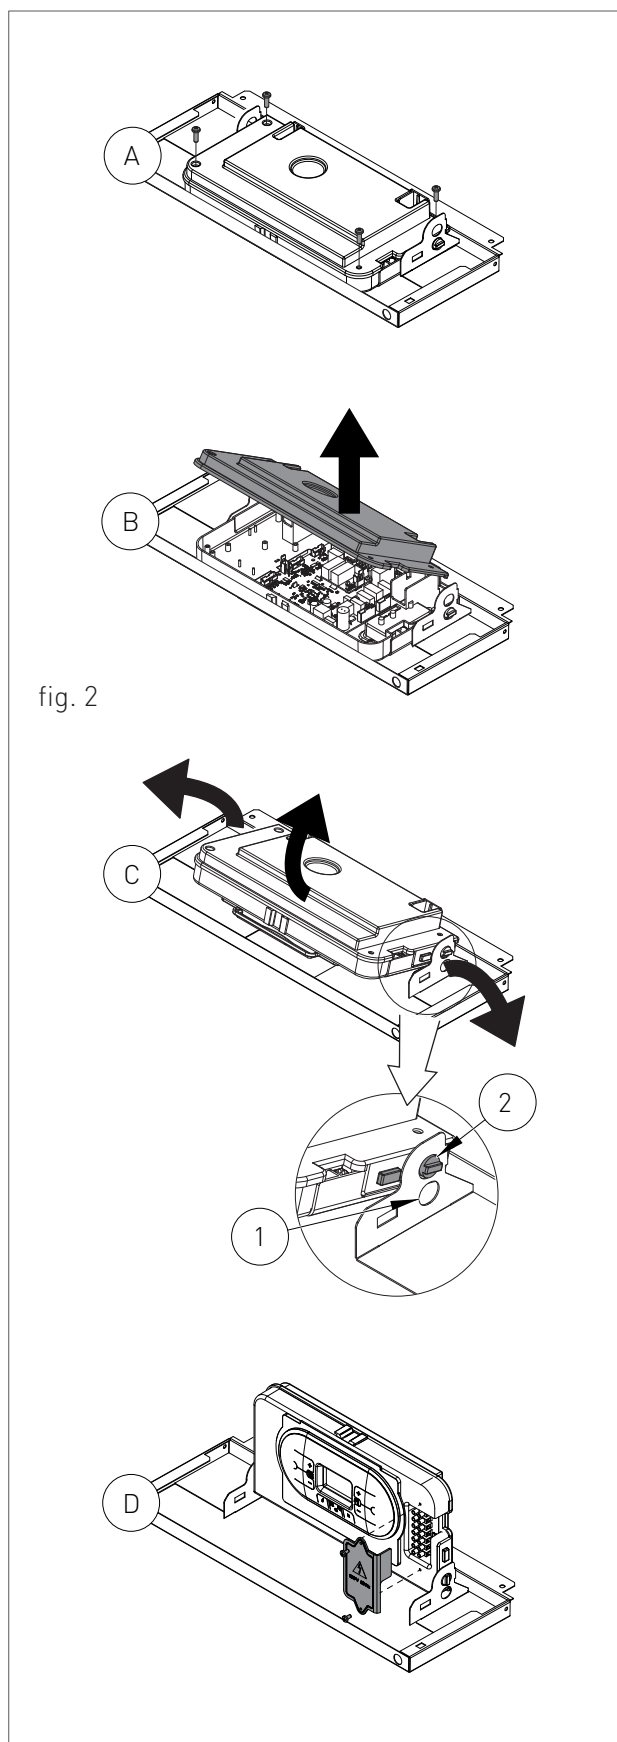

fig. 2
- › svitare le quattro viti di fissaggio (vedi A - fig. 2);
- › rimuovere il carter verso l'alto (vedi B - fig. 2).
- › Afferrare contemporaneamente le staffe di supporto del pannello comandi (vedi C - fig. 2) allargandole, e spostare il pannello comandi dalla posizione '1' alla posizione '2' (vedi dettaglio, C - fig. 2);
- › svitare le due viti e rimuovere il piastrino (vedi D - fig. 2).